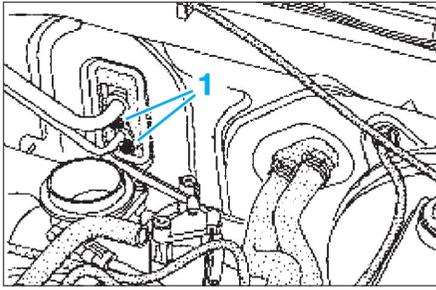

Fig. 12
- Déposer les 2 vis (1) (Fig.12).